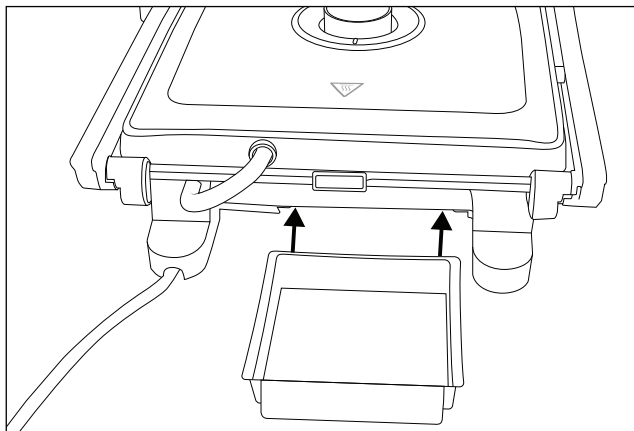

Fig. 1
- 2) Sæt beholderen til kødsaft **9** ind i holderen på bagsiden af produktet (fig. 1).
- ◆ Rengøringskraberen **8** kan du lægge i beholderen til kødsaft **9** til opbevaring. Sæt derefter beholderen til kødsaft **9** ind i holderen på bagsiden af produktet (fig. 1).